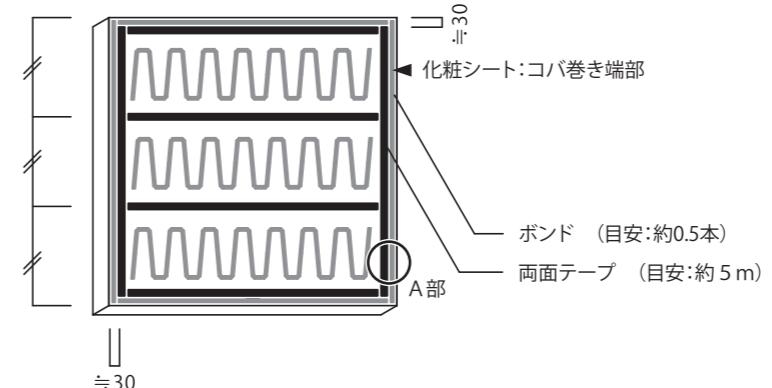
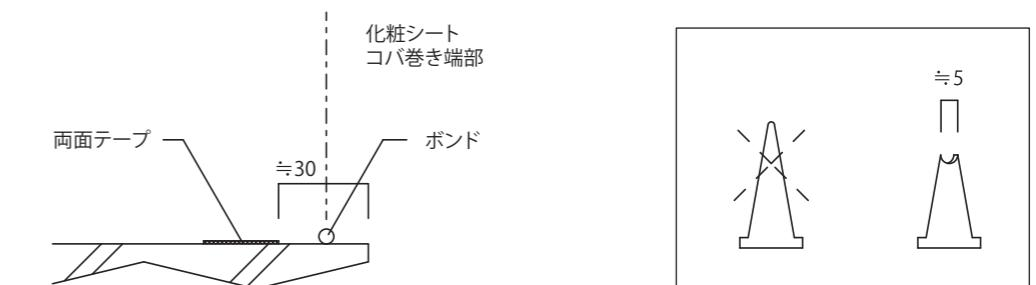

図18 両面テープ貼り付け、接着剤塗布方法
図19 接着剤塗布位置
⑤両面テープの貼り付け（P.16「Belleカクテル接着要領」図18参照）
両面テープを、図18に示す位置に貼り合わせた後、ローラー等を用いて十分に密着させて下さい。
ボンドは、ノズル先端を2方向からカットし、図18、図19に示す位置に塗布してください。